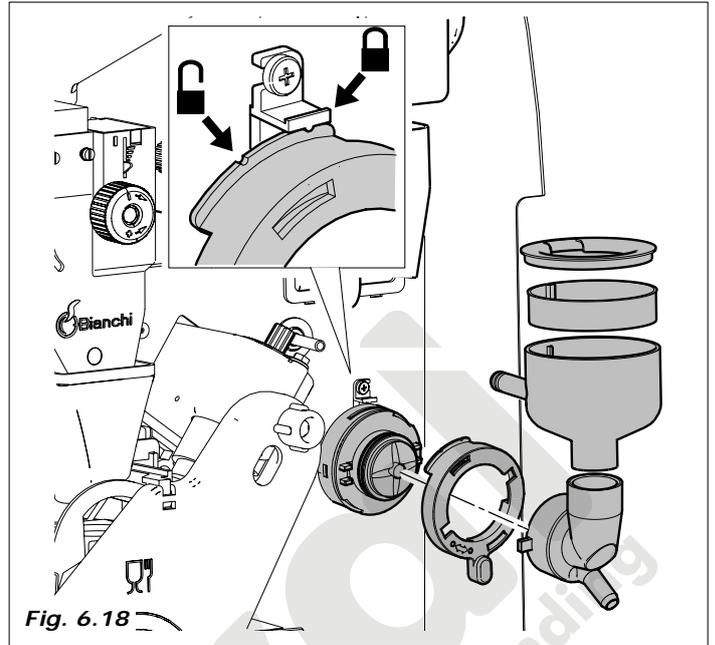

Fig. 6.18
- sumergir también en la solución, los embudos de agua, la cámara de mezcla, las aspas de las batidoras y los tubos de silicona (Fig. 6.18)